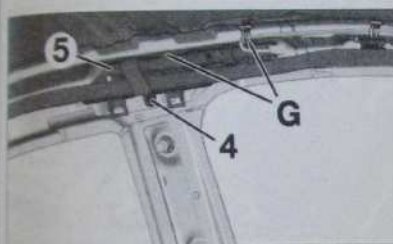

Fig. 13
- Déposer l'écrou (4) (Fig. 13).
- Dégager l'airbag rideau (5) en (G).